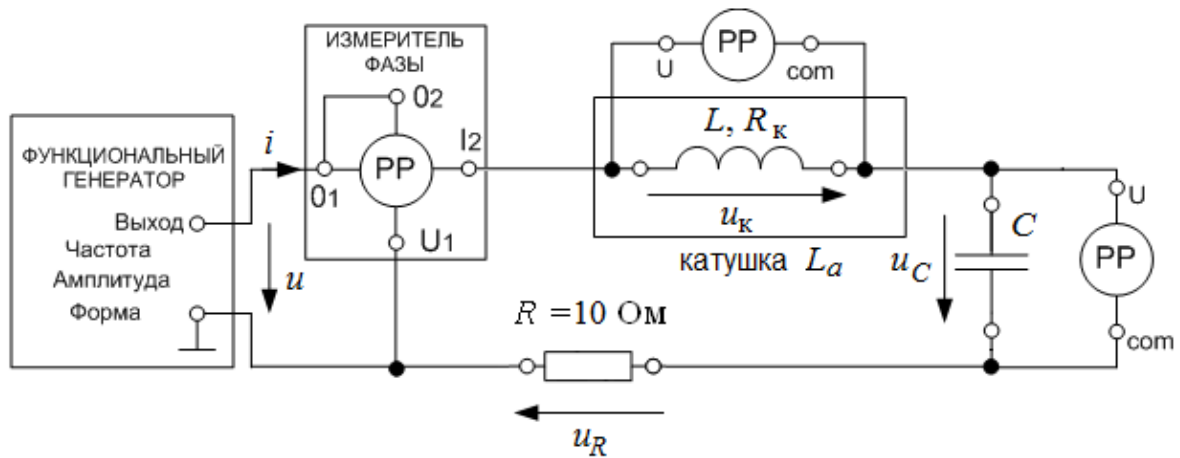

Рис. 1П
Схема исследуемой цепи представлена на рис. 1П. Источником синусоидального напряжения является модуль **ФУНКЦИОНАЛЬНЫЙ ГЕНЕРАТОР**. В работе используют измерительные приборы из блоков **ИЗМЕРИТЕЛЬ ФАЗЫ** и **МОДУЛЬ МУЛЬТИМЕТРОВ**.
- Собрать цепь по схеме, приведенной на рис. 1П протокола измерений. Тумблер **SA2** модуля **ИЗМЕРИТЕЛЬ ФАЗЫ** установить в положение **I2**. Сопротивление резистора выбрать из **МОДУЛЯ СОПРОТИВЛЕНИЙ** $R=10$ Ом.
Схема исследуемой электрической цепи представлена на рис. 1П.